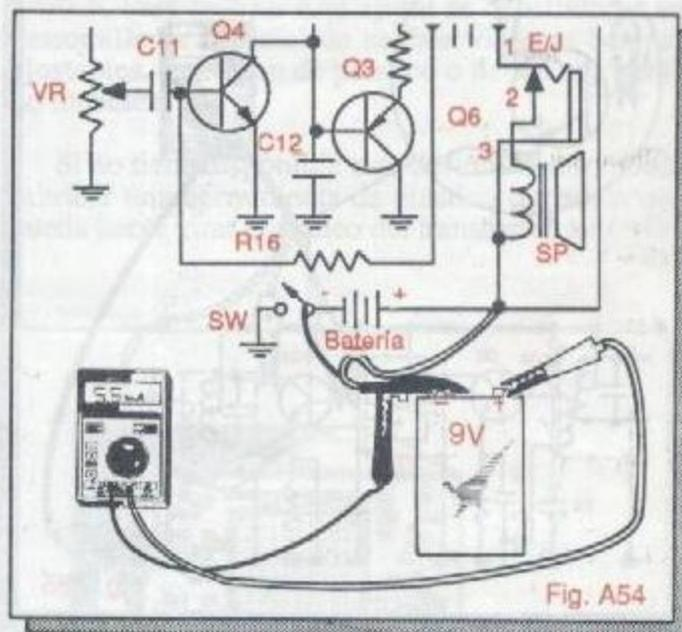

Fig. A54
Paso 3. Conecte la batería al radio intercalando el multímetro en serie entre ésta y el circuito como se muestra en la figura A54.